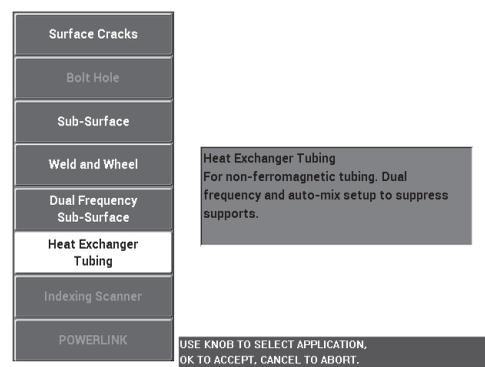

Figura 5-136 Aplicación para tubos intercambiadores de calor
2. Pulse una sola vez la tecla de menú ADV SETUP (); después, seleccione el parámetro **APPL SELECT** (tecla de función A) para abrir el menú de selección de aplicaciones. Seleccione la opción **Heat Exchanger Tubing** (tubos de intercambiadores de calor) con la rueda de ajuste y, después, pulse la tecla  para aceptar la selección. Vea la Figura 5-136 en la página 243.